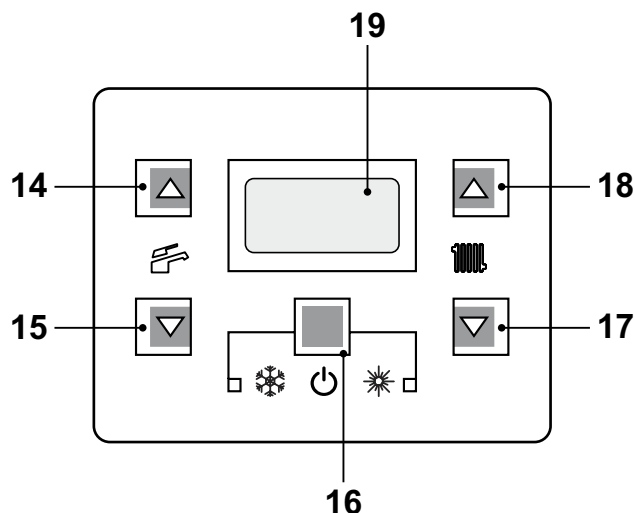

Figura 2.3
- Tenere premuto per 2 secondi il tasto 16 fino a far apparire sul display entrambe i simboli  e  Figura 2.3 .